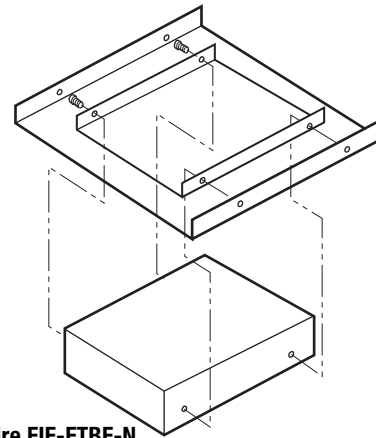

Figure 2 - Kit de cadre FIF-FTBF-N
3. Montez le boîtier arrière de radiateur sur le lit de cadre FIF-FTBF-N en utilisant les quatre (4) vis fournies avec ce kit. Voyez la Figure 2.